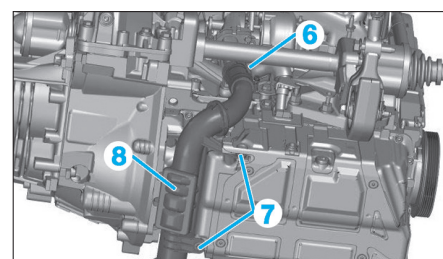

Fig. 45
- le collier (6), (Fig.45),
- les vis (7).
- Ecarter le résonateur (8).